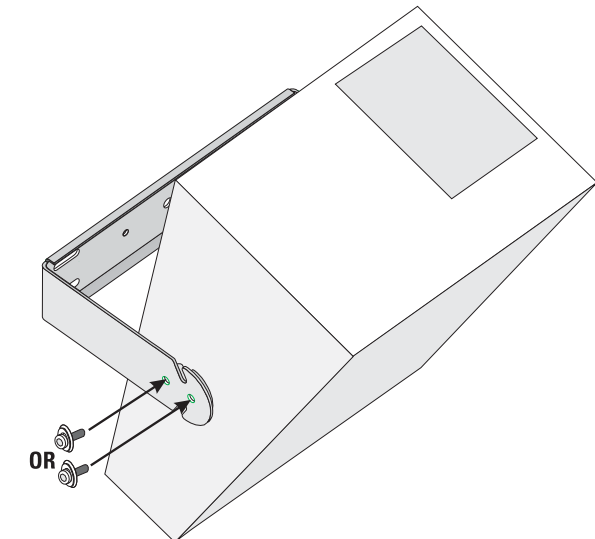

Figura 4- Instalación del altavoz usando los orificios para tornillos prisioneros.
Paso 5b. Si usa los orificios para tornillos prisioneros, pida a un ayudante que levante el altavoz hasta su lugar, instale los tornillos a través de los orificios para tornillos prisioneros adecuados (Figura 4) y apriételos con la mano. Incline el altavoz en el ángulo deseado y apriete firmemente los tornillos.